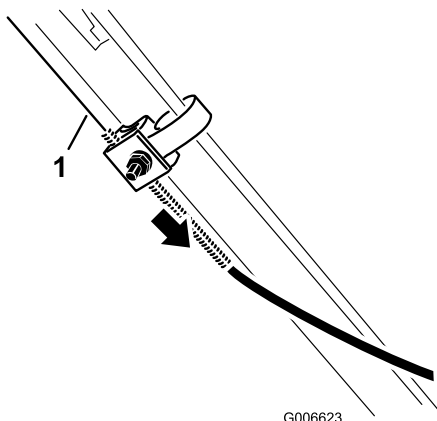

Рисунок 28
3. Тяните за оболочку тросика вниз до тех пор, пока не будет выбрана вся слабина на открытой части тросика (Рисунок 28).